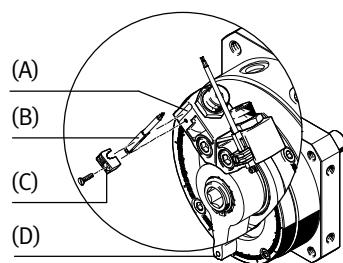
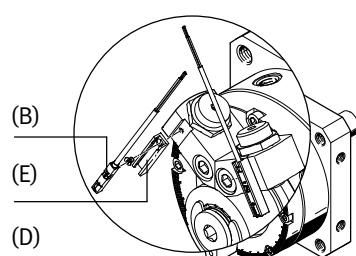

Fig. 21
Fig. 22
- 接近开关 (B) 的安装位置如下 (Fig. 21、Fig. 22)：